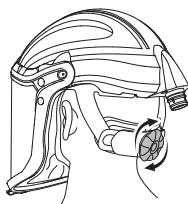

fig.1c
Paso 3: Ajuste el ratchet (rueda o perilla) posterior del arnés hasta que el protector facial se fije correctamente en la cabeza (Ver fig.1c).